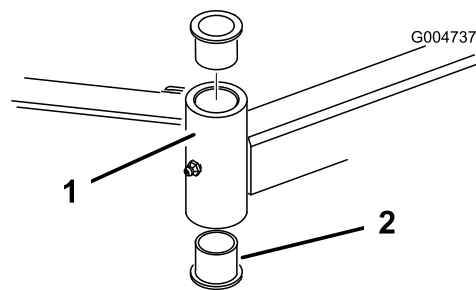

Bild 97
4. Stecken Sie einen Dorn oben oder unten in das Befestigungsrohr und treiben die Büchsen heraus (Bild 97). Treiben Sie dann die andere Büchse aus dem Rohr heraus. Reinigen Sie die Innenseite der Rohre.